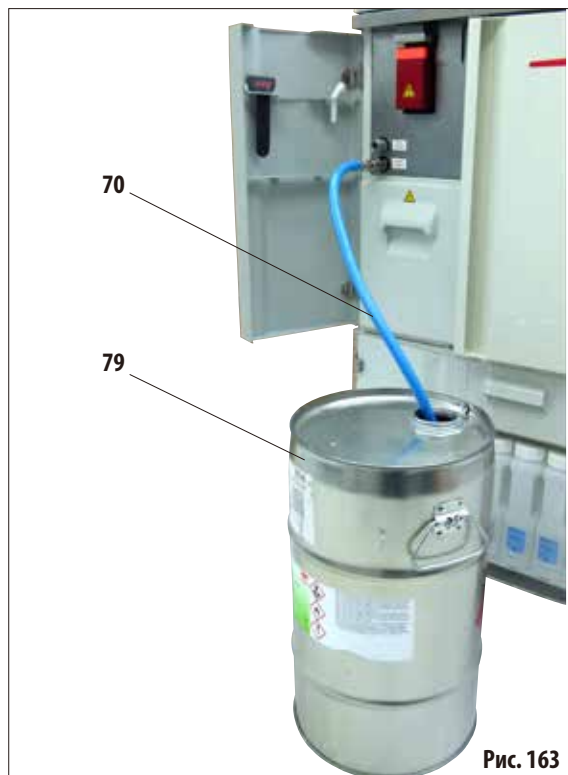

Рис. 163
- Подсоедините шланг для бесконтактного заливания/слива реактивов (70) и, как показано на рис. 163, введите во внешнюю станцию (79) (напр., большая бочка).